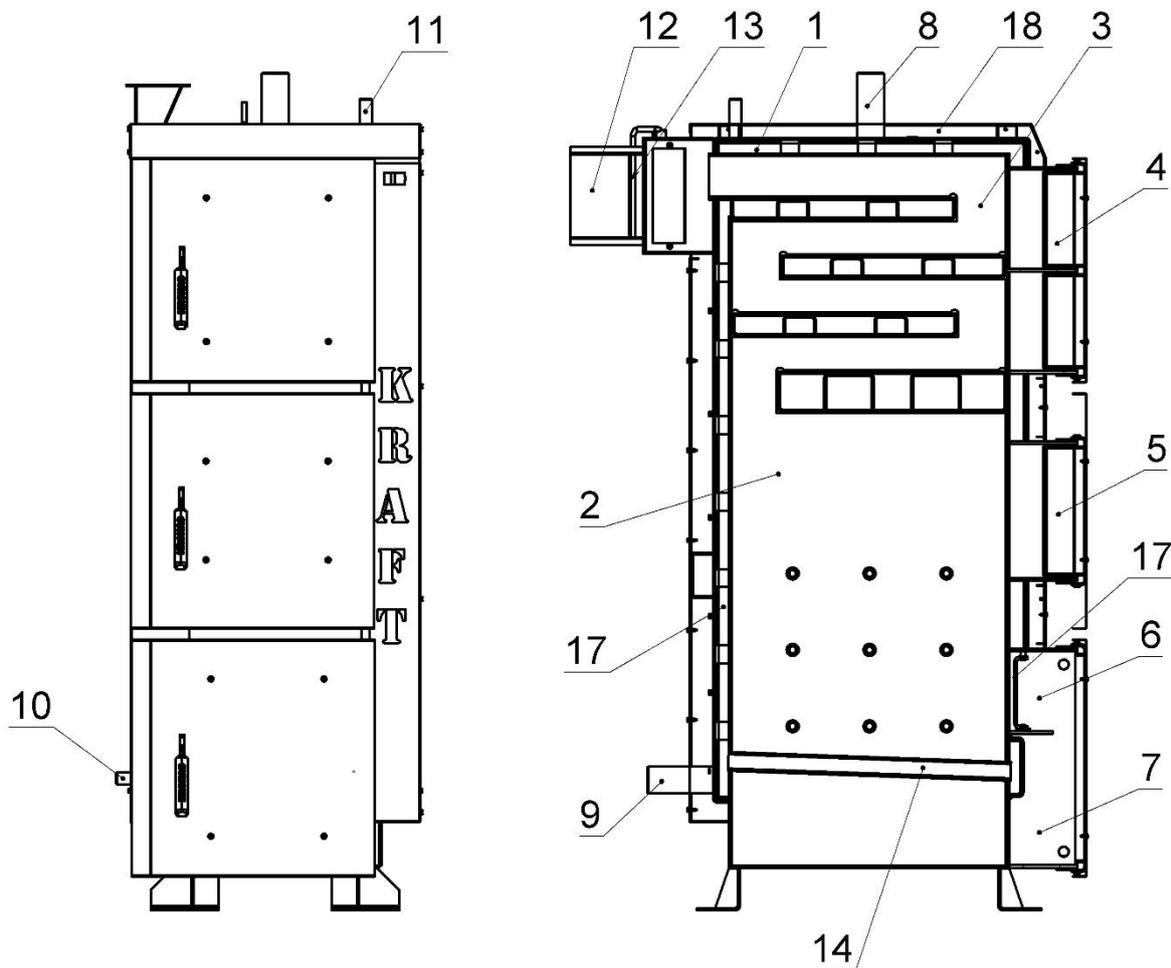

Рисунок 5.1 – Зовнішній вигляд та основні елементи котла типу КТН
Конструктивно котел являє собою збірно-зварену конструкцію, що складається з корпусу (поз. 1, рис. 5.1) з камерою згоряння (топкою) (поз. 2, рис. 5.1). Над топкою розташована конвекційна частина котла (поз. 3, рис. 5.1), що являє собою високоефективний чотирьох-ходовий теплообмінник.
Корпус котла виконаний в формі паралелепіпеду з подвійними стінками, які розділені водними перегородками (поз. 17, рис. 5.1). На зовнішній поверхні корпусу під декоративною обшивкою закріплена теплова ізоляція. (поз. 18, рис. 5.1). Паливо для процесу спалення завантажується на колосникові ґрати (поз. 14, рис. 5.1) крізь завантажувальні дверцята (поз. 5, рис. 5.1). Колосникові ґрати виконані з товстостінних безшовних труб по яких постійно циркулює вода з водяної оболонки котла, що унеможлиблює їх прогорання. Згоряння палива в топці відбувається за участю повітря, яке постачається під колосникові ґрати припливним вентилятором. Кількість повітря, необхідного для процесу згоряння, регулюється автоматично блоком автоматики управління.
Підведення і відведення теплоносія здійснюється відповідно через патрубки зворотної мережної води (поз. 9, рис. 5.1) і прямої мережної води (поз. 8, рис. 5.1).
Топочні гази виходять у димохід крізь боров (поз. 12, рис. 5.1), розташований у задній частині котла. Боров обладнано вбудованим дросельним клапаном продуктів згоряння – шибером (поз. 13, рис. 5.1). У випадку надто високої тяги у димоході шибер дає можливість її знизити шляхом часткового перекривання вихідного отвору борова.
У верхній частині корпусу котла розташований штуцер для встановлення групи безпеки котла (поз. 11, рис. 5.1).
На бічній стінці корпусу у нижній її частині розміщено штуцер для зливу води з котла (поз. 10, рис. 5.1).
- дверцята для періодичного обслуговування (чищення) конвекційної частини котла (поз. 4, рис. 5.1);
- ревізійний дверцята (поз. 6, рис. 5.1) для періодичного чищення колосникових ґрат;
- дверцята зольника (поз. 7, рис. 5.1) для можливості спорожнення зольника.